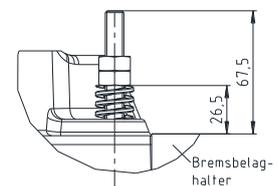

Bild 10: Einstellung Belagrückholset Losseite
- Montieren Sie das Belagrückholset Losseite (Bauteil 5) indem Sie den Bolzen (Bauteil 5.1) bis zum Anschlag in dem Bremsbelag einschrauben. Setzen Sie die Druckfeder (Bauteil 5.2) auf den Bolzen (Bauteil 5.1). Spannen Sie die Druckfeder (Bauteil 5.2) mit einer Sechskantmutter (Bauteil 5.3) vor, indem Sie die Sechskantmutter (Bauteil 5.3) auf das in Bild 10 vorgegebene Maß einstellen. Kontern Sie die Sechskantmutter mit der zweiten Sechskantmutter (Bauteil 5.3).